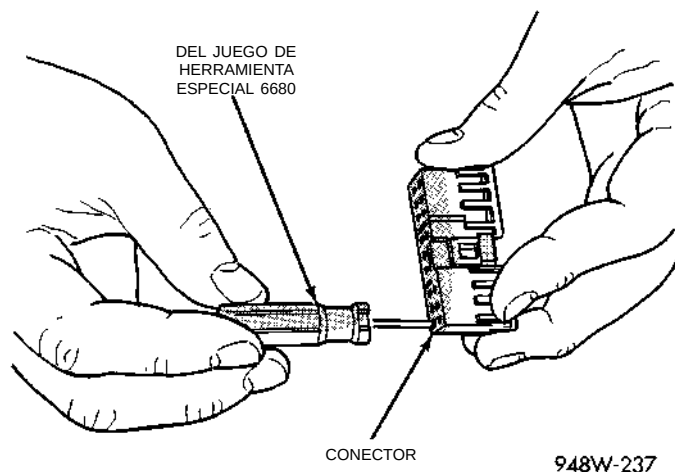

Fig. 22 Desmontaje de terminal utilizando la herramienta especial
- (4) Coloque la garra de traba del conector apartada del terminal utilizando el instrumento apropiado del Juego de herramienta especial 6680. Tire del cable para sacar el terminal del conector (Fig. 21) (Fig. 22).